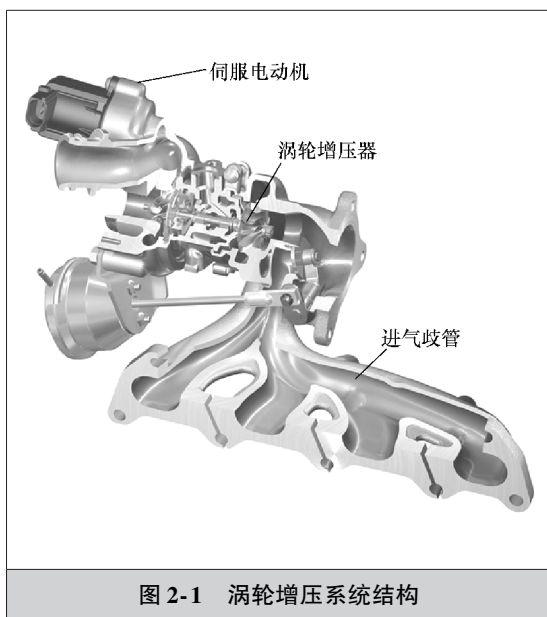

图 2-1 涡轮增压系统结构
1) 涡轮增压技术。涡轮增压器实际上就是一个空气压缩机,利用发动机排出的废气推动涡轮高速旋转,将空气压缩后吸进气缸,如图 2-1 所示。